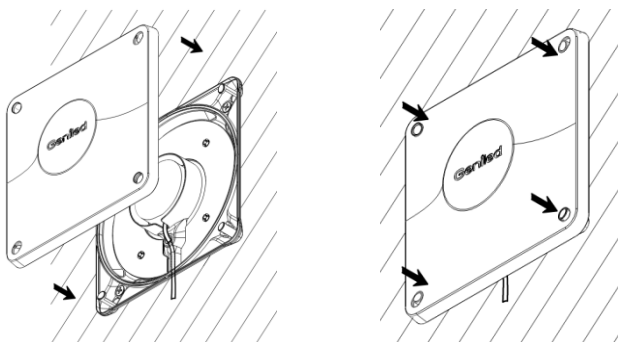

Рисунок 5 – Установка рассеивателя.
5.8. Установите переднюю крышку (рассеиватель) (Рисунок 5). Аккуратно надавите на переднюю крышку в местах креплений до характерного щелчка. Важно чтобы все четыре клипсы защелкнулись.